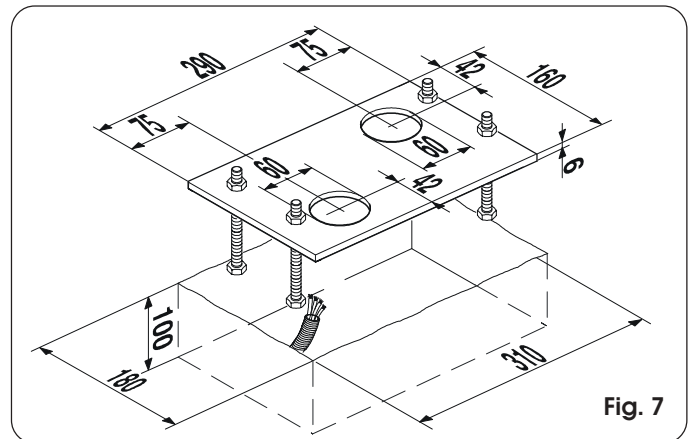

Fig. 7
- 3) Realice una zapata de cimentación como se indica en la Fig.7 y cubra la placa de cimentación previendo una o varias vainas para el paso de los cables eléctricos. Compruebe la perfecta horizontalidad de la placa con un nivel de burbuja. Espere que fragüe el cemento.